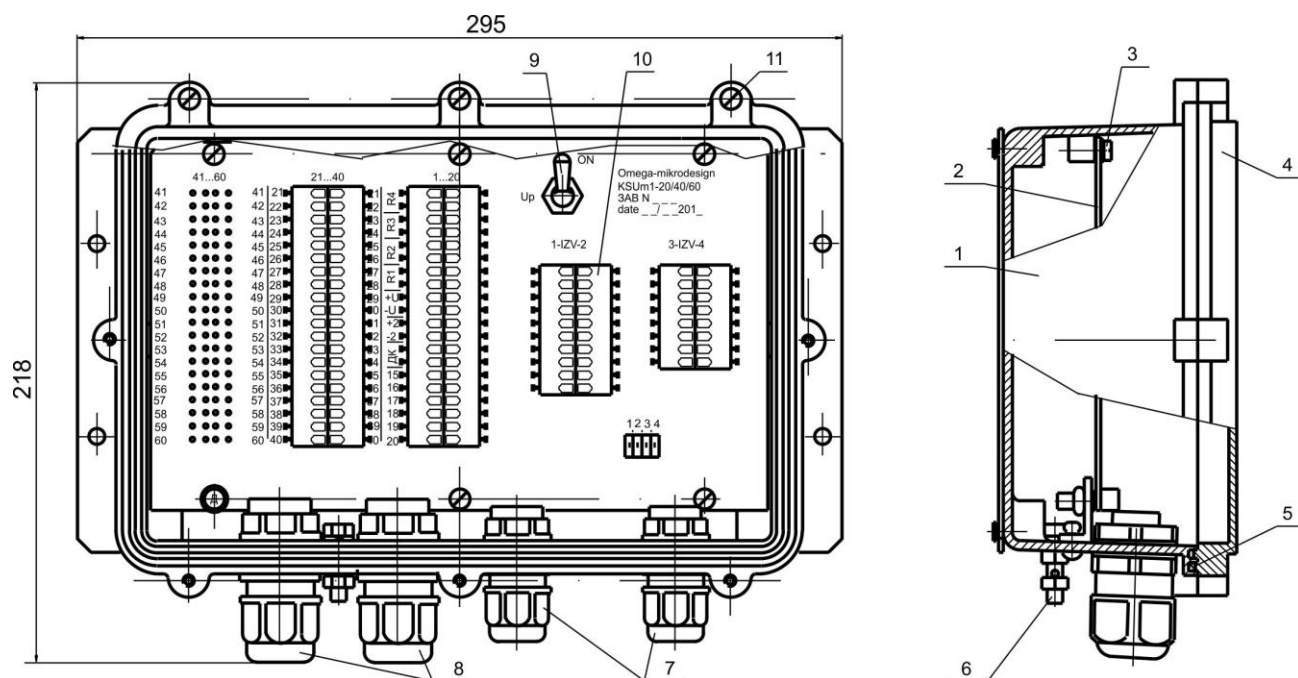

Рис. 1
3.1. **КСУМ2** выполнена в литом алюминиевом заземляемом корпусе 1 (см. рис. 1) со степенью защиты IP65. Внутри корпуса 1 установлена печатная плата 2, закрепленная винтами 3, на одном из которых установлена пломбирочная чашка с оттиском знака ОТК предприятия изготовителя. Съёмная крышка 4 с уплотнением 5 закрепляется к корпусу восемью невыпадающими винтами 11, на одном из которых может устанавливаться пломбирочная чашка. Провод заземления подключается к клемме 6. С нижней стороны корпуса установлены два гермоввода 8 для кроссовых кабелей и четыре гермоввода 7 для кабелей ответвлений на извещатели.
3.2 На плате **КСУМ2** (см. рис. 1) установлены тумблер «Ур» 9 включения напряжения питания извещателей, пружинные безвинтовые зажимы 10 для подключения проводов и переключатели «Р1...Р4» режимов работы извещателей «Призма-...Н». При включении переключателей «Р1...Р4», соответствующий зажим «Р1...Р4» подключается к линии «+U», т. е. на него подается напряжение питания.
3.5. Гермовводы 7 (см. рис. 1) предназначены для ввода кабелей с диаметром внешней оболочки от 6 мм до 10 мм, гермовводы 8 для трансляции кроссового кабеля с диаметром оболочки от 13 до 18 мм.
3.6. Специальные зажимы 10 (см. рис. 1) обеспечивают надежное соединение проводов и не требуют сезонного обслуживания. Допускается объединение в каждую цепь нескольких скрученных не менее чем на 5 оборотов проводников суммарным диаметром сечения не более 2,5 мм.
4.2. КСУМ2 должна надежно заземляться. Проводник заземления подключается к клемме 6 в нижней части корпуса (см. рис. 1).